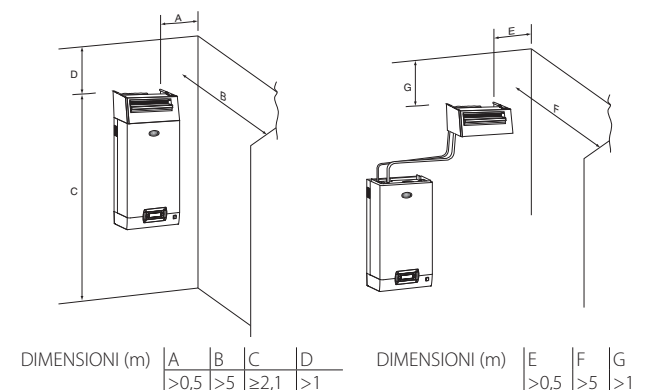

Fig. 3.c
2. il supporto di fissaggio a forma di "L" (vedi particolare 1 Fig. 3.b) è fornito con i distributori di vapore modelli da DP085* a DP205*. Per lunghezze inferiori il supporto può essere fornito come optional (cod. 18C478A088).